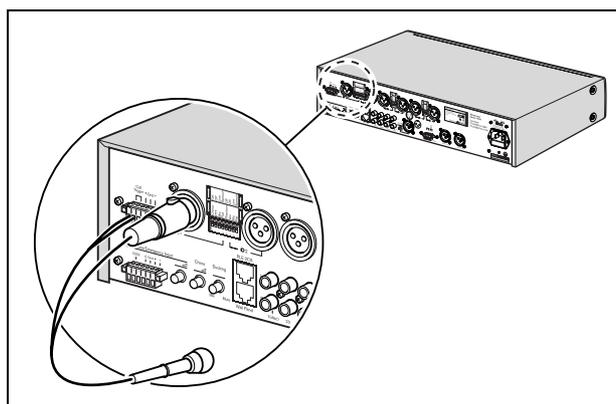

figura 4.3: connettore XLR con segnale di sincronizzazione
- Connettore XLR con segnale di sincronizzazione. Vedere figura 4.3.